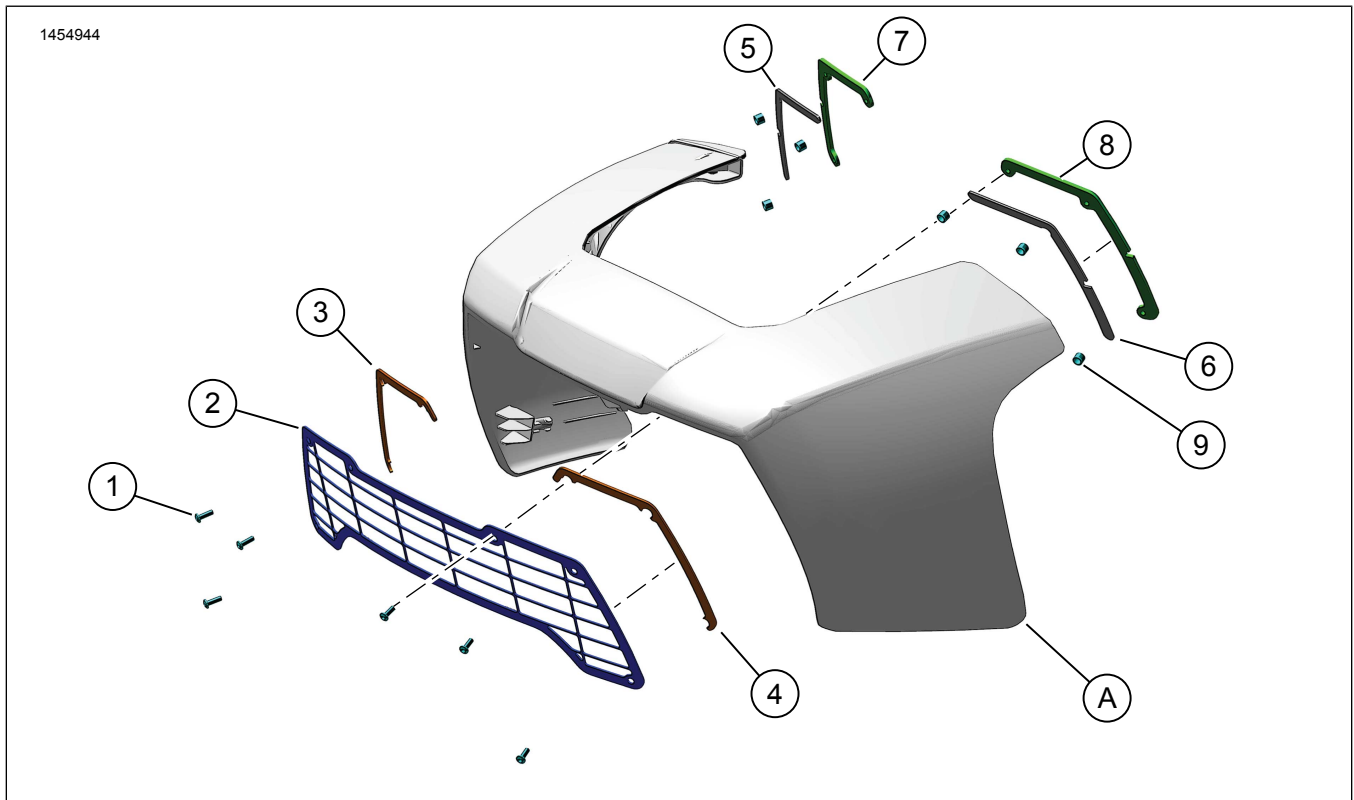

Figure 1. Contenu du kit : Kit grille de protection de phares Tactical Trekker
- Voir la figure 1. Vérifier que les patins supports (5 et 6) et les supports de protection (7 et 8) sont orientés correctement avant de les installer.